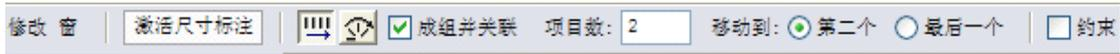

图 19.12-11
- 选择单扇窗，使用工具栏“阵列”工具 ，设置选项栏：确保勾选“成组并关联”“移动到”为“最后一个”阵列单扇窗(如图 19.12-11 所示)。